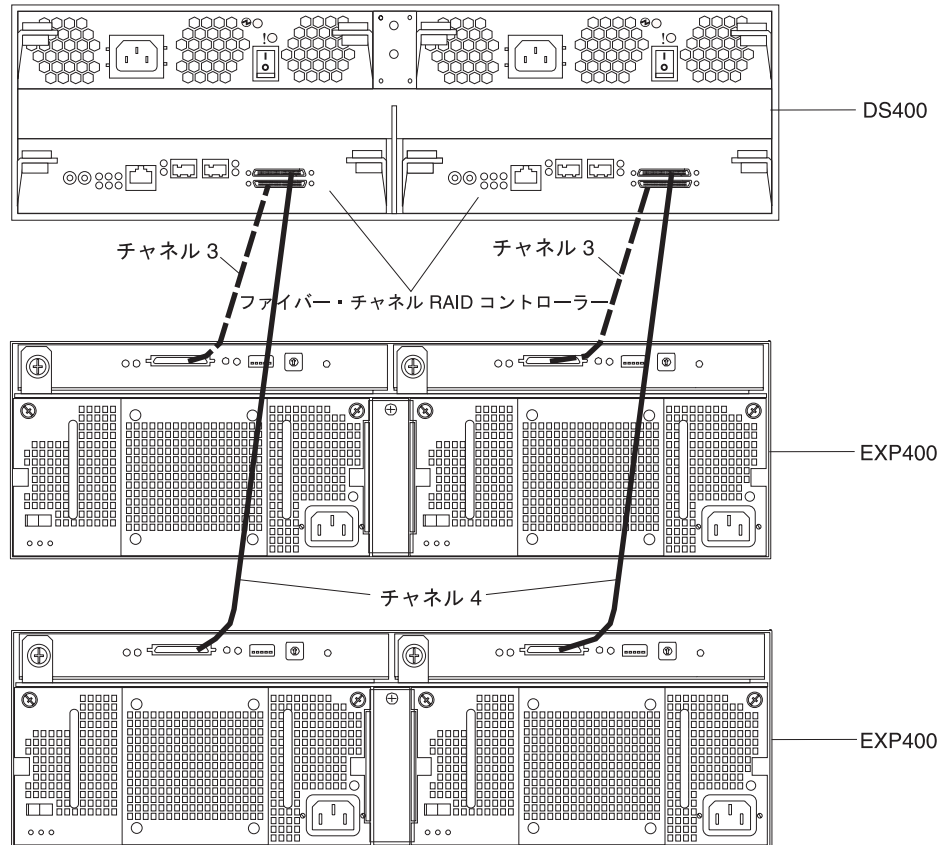

図 38. 2 台の EXP400 拡張装置を DS400 デュアル・コントローラー・ストレージ・サブシステムに接続する場合
2. 拡張装置に付属の IBM 2M SCSI ケーブルまたは 4.2M LVD SCSI ケーブルを使用して、EXP400 を DS400 に接続します (51 ページの図 38 を参照)。1 台または 2 台の拡張装置を接続することができます。